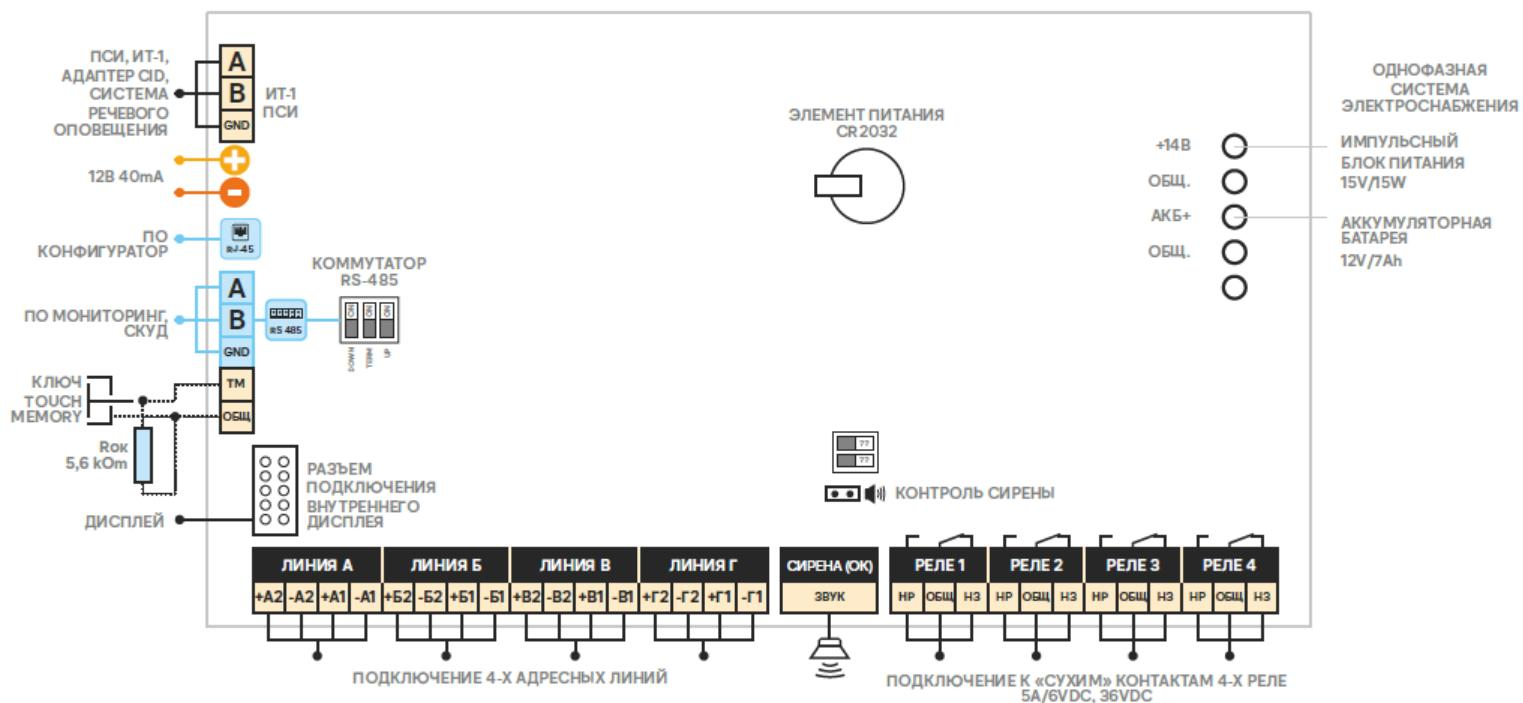

Рис. 3. Расположение клемм подключения на системной плате АПКП.
3.1.4. Расположение клемм на системной плате и их назначение показано на рис.3 и 4. Выходы реле программируются для передачи сообщений на ПЦН: "Неисправность", "Тревога", "Внимание", "Пожар" или других сообщений.
4.3.1. Проложить провода согласно проекту, установить АПКП и ПСИ, блоки дополнительного питания, подключить к клеммам АПКП периферийные устройства (оповещатели, ПЦН и т.п.). Расположение клемм подключения АПКП показано на рис.3, 4.
Для объединения АПКП в сеть на крайних подключенных к линии RS-485 АПКП включить терминалы с помощью микропереключателя №2 (рис.3, 4). На одном из этих АПКП включить также микропереключатели №1 и 3, которые обеспечивают стабильный потенциал в линии интерфейса.